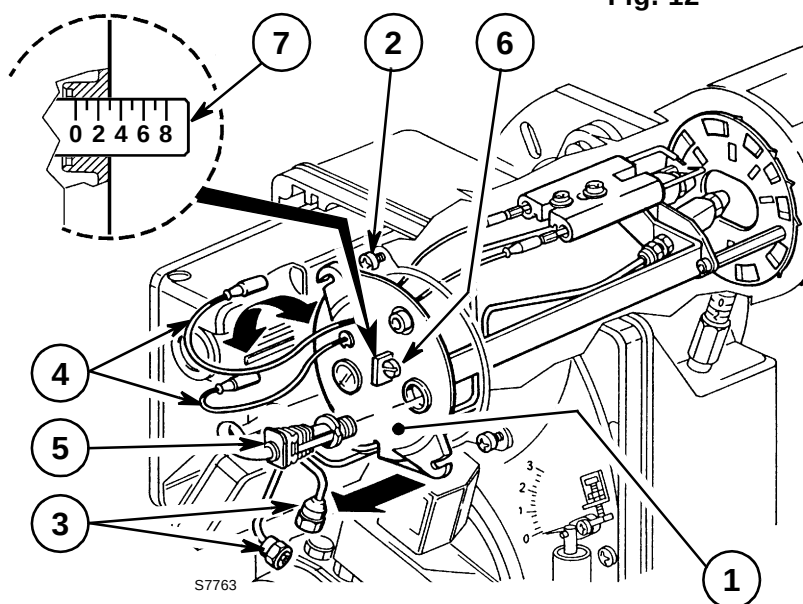

Fig. 12
SOSITUZIONE UGELLI, (fig. 12 e 13)
4.3 REGOLAZIONE TESTA DI COMBUSTIONE, (vedi fig. 12, pag. 8)